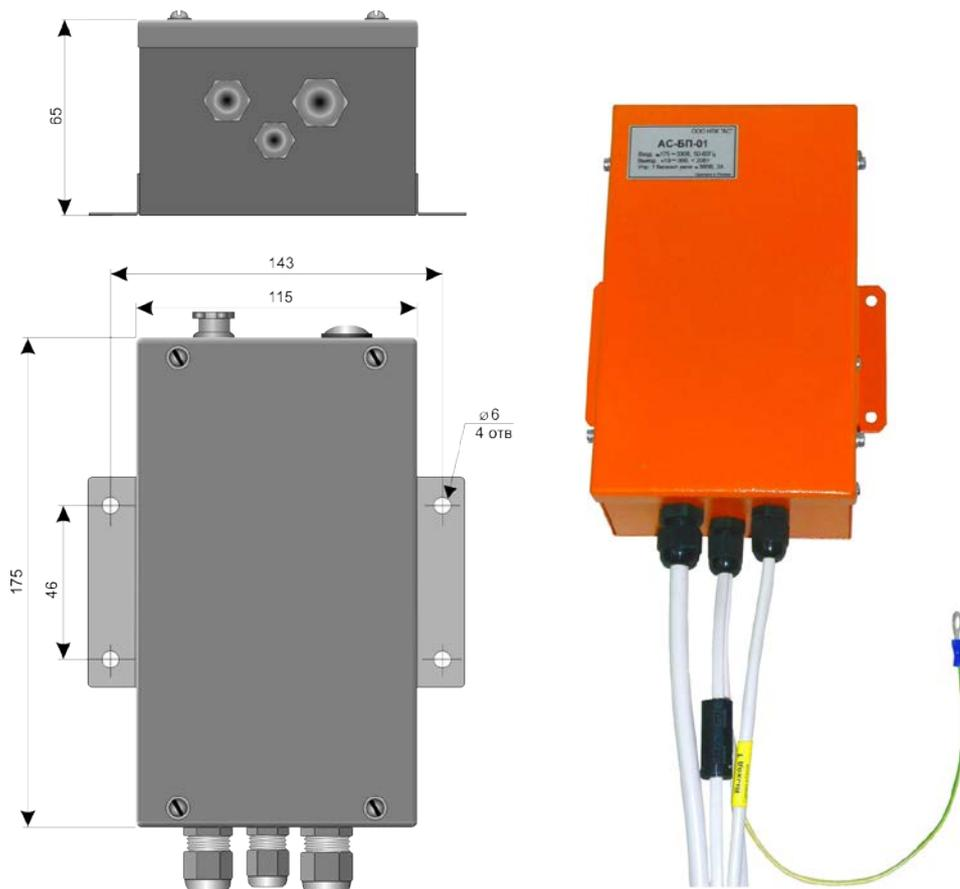

Рис. 11
6.11. Первичный источник питания, рис.11, преобразует сетевое напряжение 220В в адекватное микроконтроллеру напряжения 24В одновременно с фильтрацией помех по цепям питания. Источник содержит встроенное бесконтактное реле для управления цепью 380В и цепь блокировки этого реле. Размещается в зоне с отсутствием помех конвективному теплообмену.